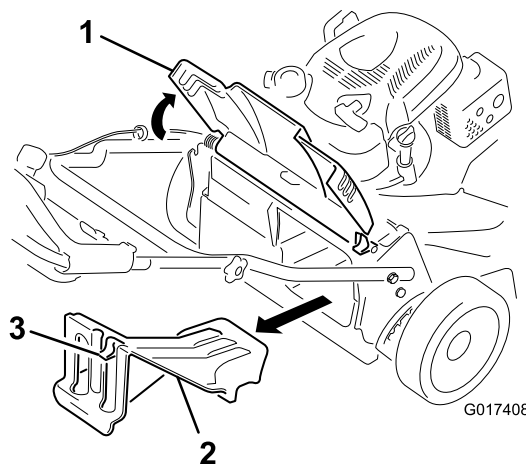

Figure 25
1. Soulevez le volet arrière et gardez-le dans cette position (Figure 25).
| 2. Retirez l'obturateur d'éjection arrière en appuyant sur le dispositif de verrouillage avec le pouce et en tirant l'obturateur hors de la machine (Figure 25). | |